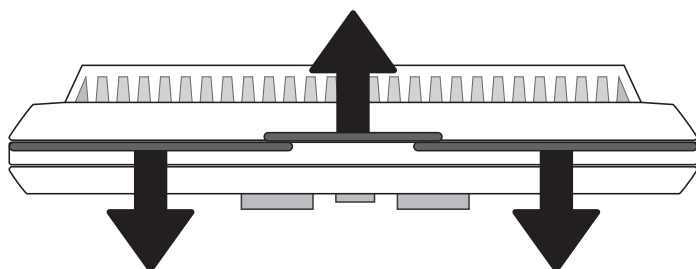

Figure 22.1
- Séparez le corps du thermostat de la plaque de fixation en le tirant doucement (Figure 22.1)